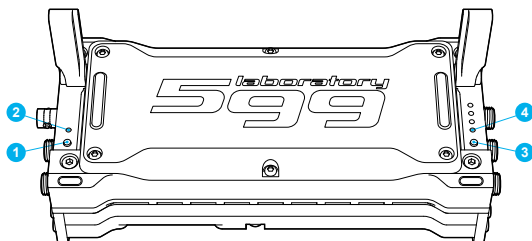

Рис. 1
1. Для активации батарейного блока, нажмите и удерживайте 1-2 секунды кнопку включения (1, рис. 1) пока не загорится индикатор активности (2).
Для проверки уровня заряда батареи нажмите кнопку (3, рис. 1), четырёх сегментный индикатор (4) отобразит уровень заряда соответствующий в процентах: 25, 50, 75, 100%.